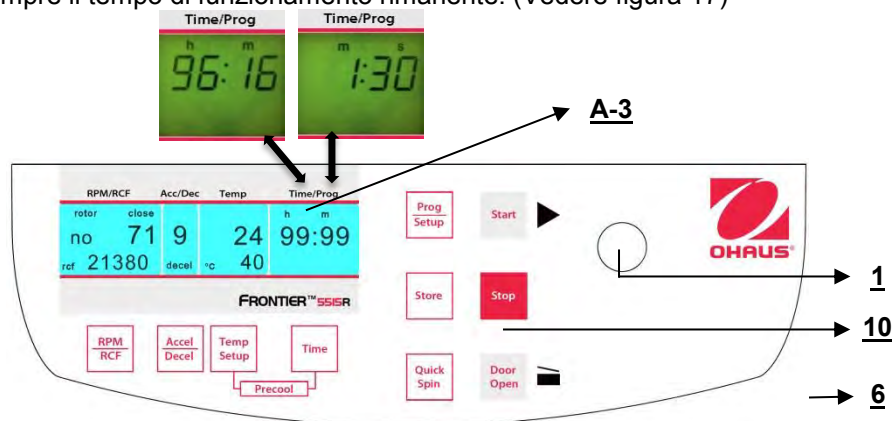

Figura 17
3. Il funzionamento continuo "**cont**", può essere interrotto con il tasto "**Stop**"(10) (fare riferimento alla figura 17).
Per impostare il valore desiderato, utilizzare la manopola di regolazione (1). Dopo aver superato 59 minuti e 50 secondi, l'indicazione cambia automaticamente a "**h : m**". Dopo aver superato 99 ore 59 minuti, la parola "**cont**" appare nel display "**Time/Prog**" (A-3). Il funzionamento continuo può essere interrotto solo mediante il tasto "**Stop**"(10). Il conteggio alla rovescia del tempo incomincia non appena si raggiunge la velocità impostata. Il display indica sempre il tempo di funzionamento rimanente. (Vedere figura 17)